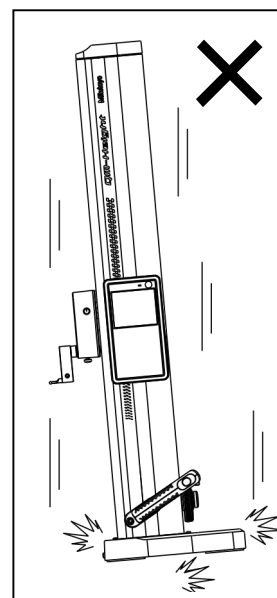

Fig. 4
- Nu aplicați o forță excesivă pe instrument și nu îl scăpați pe jos. De asemenea, nu demontați instrumentul, cu excepția cazului în care faceți aceasta pentru a îndepărta carcasa bateriei atunci când înlocuiți bateriile. (Fig. 4)